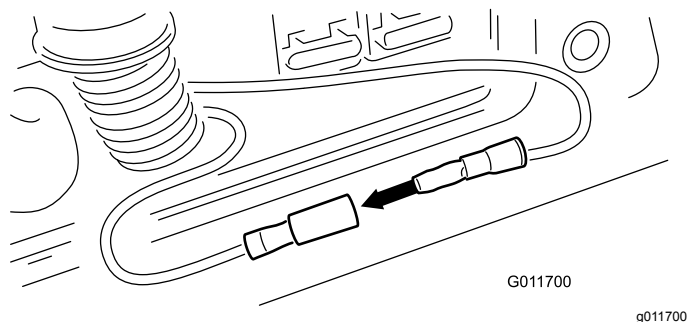

图 63
4. 当钥匙处于“关闭”位置时去除跳接线的帽子一起插入电线 (图 63)。